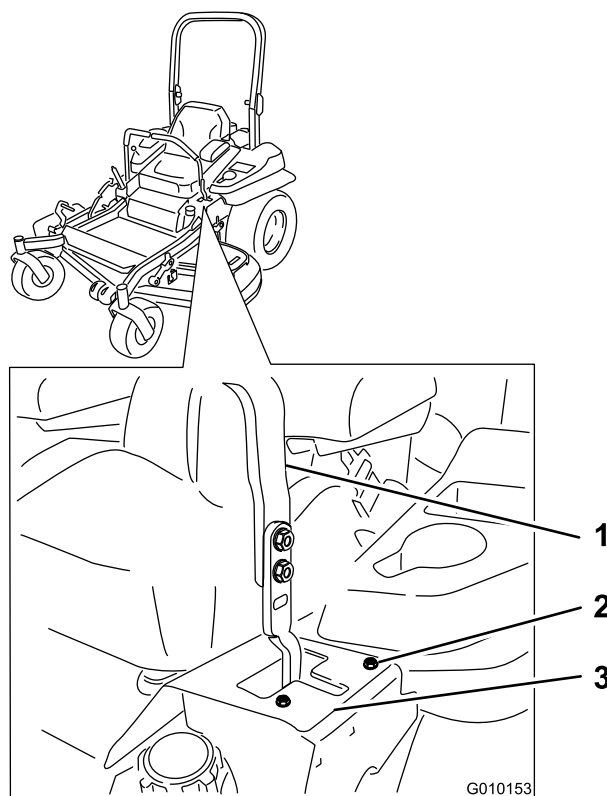

Figure 52
gauche, jusqu'à ce que la machine se déplace en ligne droite (Figure 52).
- Si elle se déporte à gauche, desserrez les boulons et reculez la plaque de butée droite dans la fente en T droite, jusqu'à ce que la machine se déplace en ligne droite (Figure 52).
- Serrez les boulons de la plaque de butée (Figure 52).